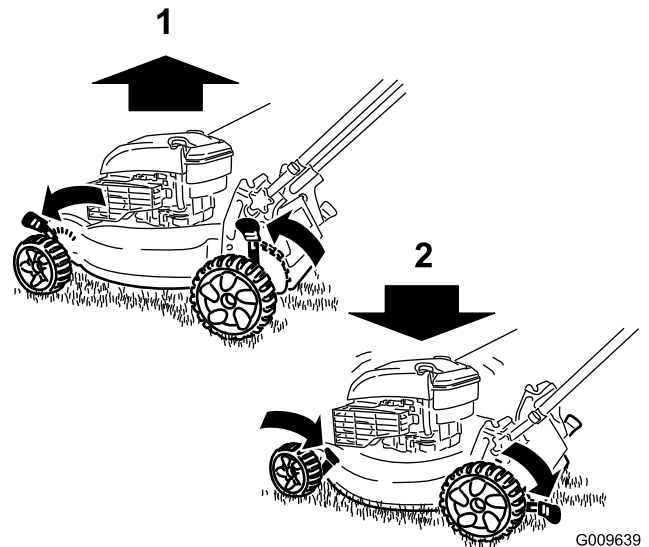

Figura 8
**Nota:** Para elevar el cortacésped, mueva todas las palancas de altura de corte hacia adelante; para bajar el cortacésped, mueva todas las palancas de altura de corte hacia atrás (Figura 8).